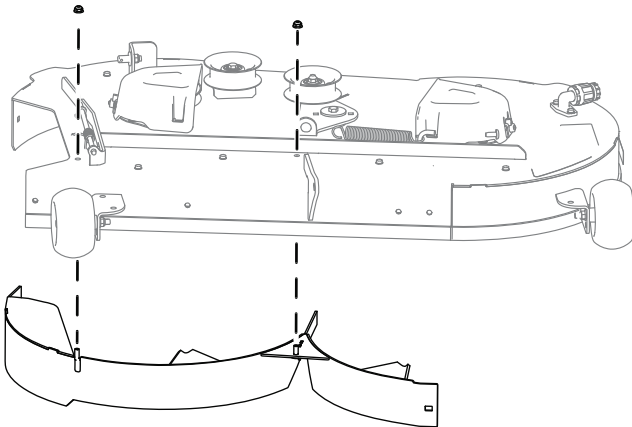

Figure 1
1. Fixez le déflecteur sur le côté droit du tablier de coupe avec 2 écrous à embase (5/16 po), comme montré à la Figure 1. Serrez les fixations à la main.